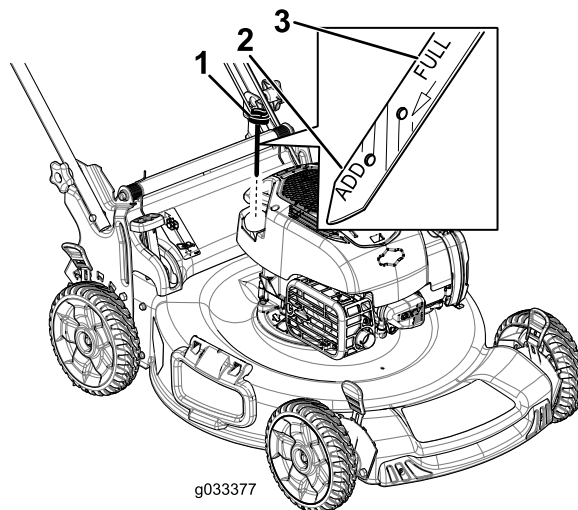

Figura 14
2. Girate il tappo in senso antiorario ed estraete l'asta di livello (Figura 14).
5. Controllate il livello dell'olio sull'asta (Figura 14).
- Se il livello di olio dell'asta è troppo basso (Figura 14), versate con cura una piccola quantità di olio detergente SAE 30 o SAE 10W-30 nel tubo di riempimento dell'olio, attendete 3 minuti e ripetete gli step da 3 a 5 finché il livello dell'olio sull'asta non risulta corretto. Per il tipo di olio, fate riferimento a 3 Riempimento del motore con olio (pagina 7).
- Se il livello dell'olio sull'asta è troppo alto (Figura 14), drenate l'olio in eccesso finché il livello dell'olio sull'asta non risulta corretto; fate riferimento a Cambio dell'olio motore (pagina 21).